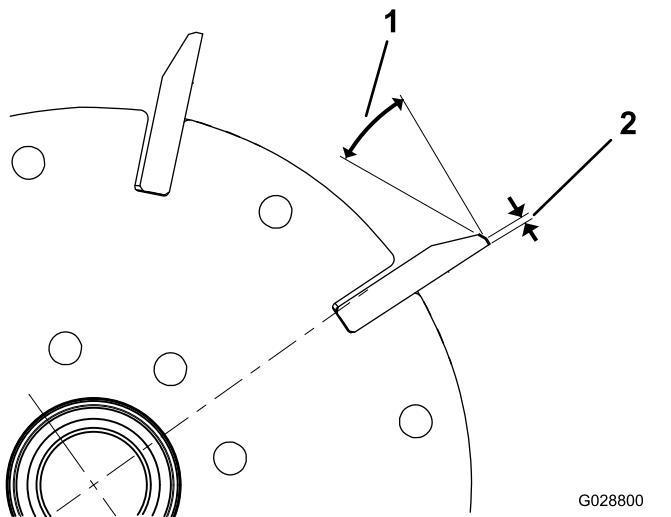

Figure 34
- Créez un angle de dépouille de 30 degrés sur toutes les lames de cylindre jusqu'à obtention d'une facette de 1,3 mm de largeur (Figure 34).